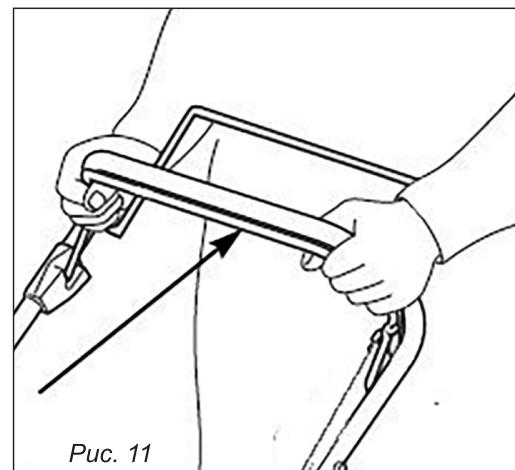

Рис. 11
Рычаг тормоза (остановки двигателя) находится на рукоятке управления спереди (рис. 11), нажмите этот рычаг для запуска двигателя, во время работы рычаг необходимо удерживать.
1. Переведите рычаг управления воздушной заслонкой в положение «ЗАПУСК» (I).
2. Нажмите и удерживайте рукоятку остановки двигателя (рис. 11).
1. Для запуска двигателя с помощью электростартера переведите рычаг управления воздушной заслонкой в положение «ЗАПУСК» (I).